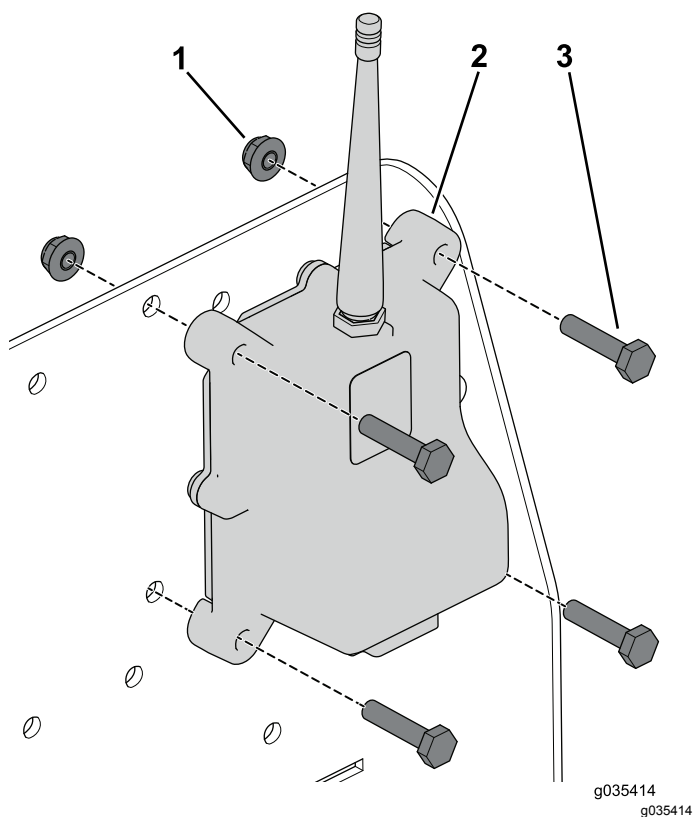

Figure 11
1. Fixez l'émetteur-récepteur à l'aide des 4 boulons (1/4 x 3/4") et écrous à embase (Figure 11).